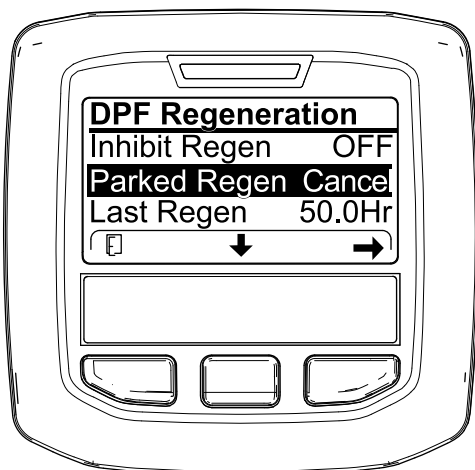

Figura 70
1. Accedete al menu DPF Regeneration (Rigenerazione FAP) (Figura 70).
2. Premete il pulsante centrale per scorrere il menu verso il basso fino all'opzione PARKED REGEN CANCEL (Figura 70) o all'opzione RECOVERY REGEN CANCEL (Figura 71).
3. Premete il pulsante destro per selezionare la voce Cancel relativa alla rigenerazione (Figura 70 o Figura 71).